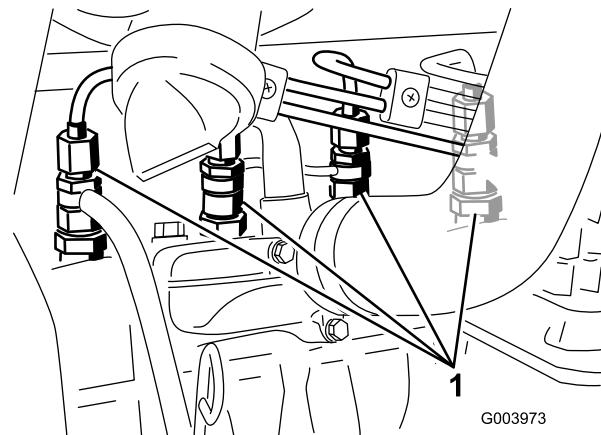

Figure 31
- Desserrez le raccord entre l'injecteur n° 1 et le porte-injecteurs (Figure 31).